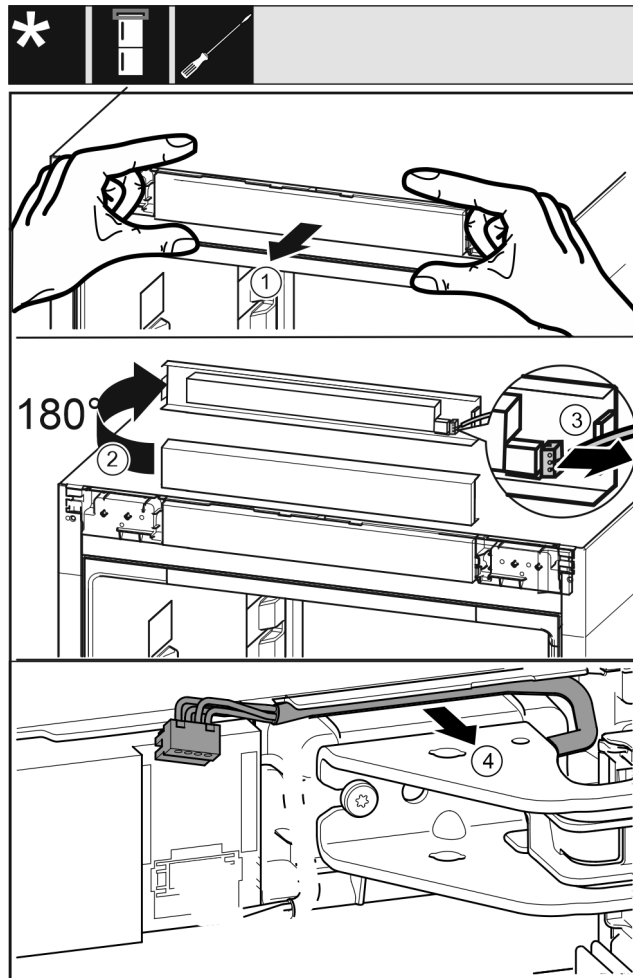

Fig. 17
- ▶ Обережно ослабити невелику панель керування пристрою вперед. Fig. 17 (1)
- ▶ Повернути невелику панель керування вгору на 180°. Fig. 17 (2)
- ▶ Притисніть фіксуючий виступ вниз та обережно витягніть штекер. Fig. 17 (3)
- ▶ Обережно від'єднайте кабель над опорним кронштейном від направляючої. Fig. 17 (4)